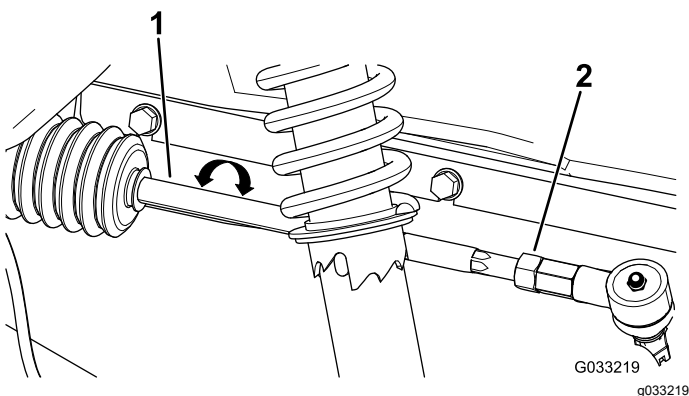

Figure 51
2. Si les mesures ne sont pas comprises entre 0 et 6 mm, desserrez les écrous de blocage aux deux extrémités extérieures des biellettes (Figure 51).